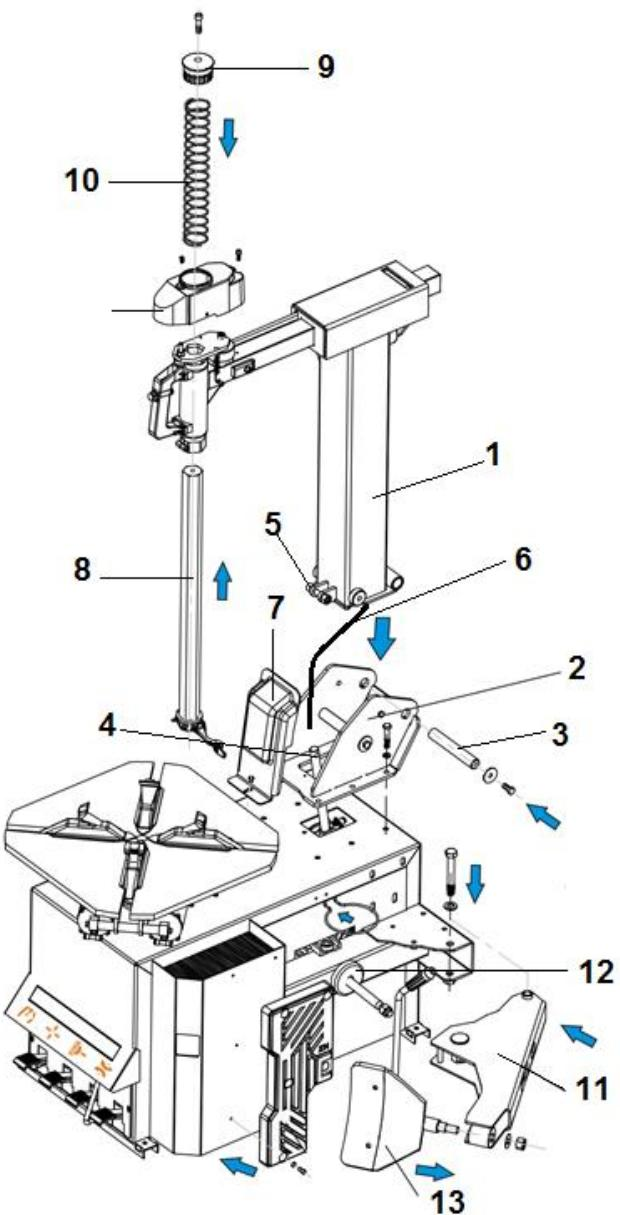

Fig. 4
- Til de kolom (1, fig.4) op de plek in de vierkante uitsparing (2, fig.4), dit kunt u op twee manieren doen aangezien de kolom behoorlijk zwaar is. U kunt de kolom ophissen met een hijsband welke voldoet aan de Europese norm en die het gewicht aankan. U kan deze ook met twee personen op de machine tillen, zorg er dan voor dat u vanuit de benen tilt en met een rechte rug.
- Steek de luchtslang (6, fig.4) van de kolom nu door het gat in de machine achter pin L (fig.5) langs om bekneling van de luchtslang te voorkomen.
- Verwijder nu de plaat aan de zijkant van de machine en verbind de luchtslang (6, fig.4=1, fig.6) aan de luchtregelaar (3, fig.6), door de slang in de koppeling (2, fig.6) te drukken. Kijk of deze goed vastzit!